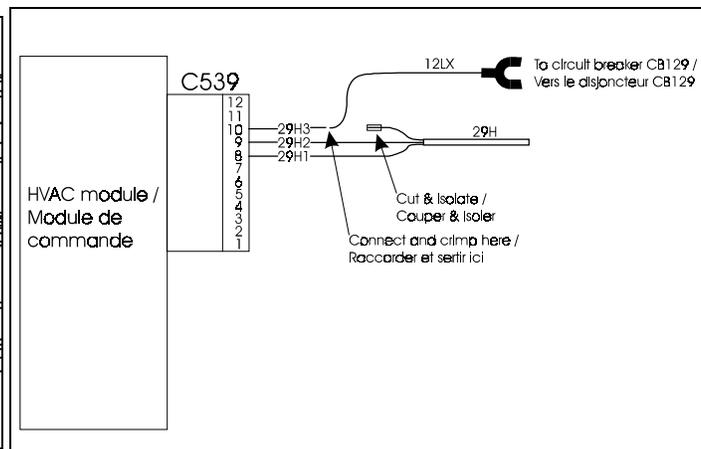

FIGURE 5 : INSTALLATION DU CÂBLAGE #065328 (12LX) 22206
11. Brancher le câblage #065328 (identifié 12LX) sur la borne supérieure du disjoncteur CB129 dans le compartiment de service avant et acheminer le câblage jusque derrière le tableau de bord (figure 5).
12. Localiser le conducteur 29H issue de la broche 10 du connecteur C539. Couper et raccorder l'extrémité venant du module de commande au fil 12LX. Isoler l'autre extrémité avec du ruban électrique ou une gaine thermorétractissable (figure 5).